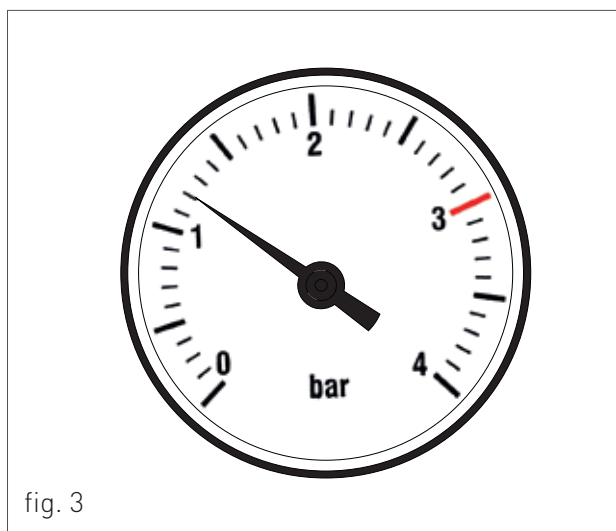

fig. 3
8. se dopo le suddette operazioni si rilevasse una diminuzione della pressione dell'acqua nell'impianto, aprire di nuovo il rubinetto di carico "R" fino a che la pressione nel manometro non segni 1.2 bar (fig. 3).